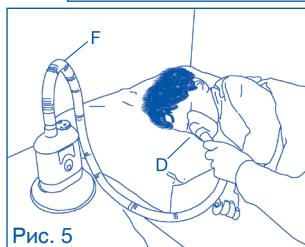

Рис. 5
**5.** Для ввода лекарственного препарата пациенту в лежачем положении (рис. 5) пользуйтесь удлинительной трубкой (F), подсоединив один ее конец к маске (D) или (E), а другой - к прибору, соответствующим образом установленному на настольной подставке (I).